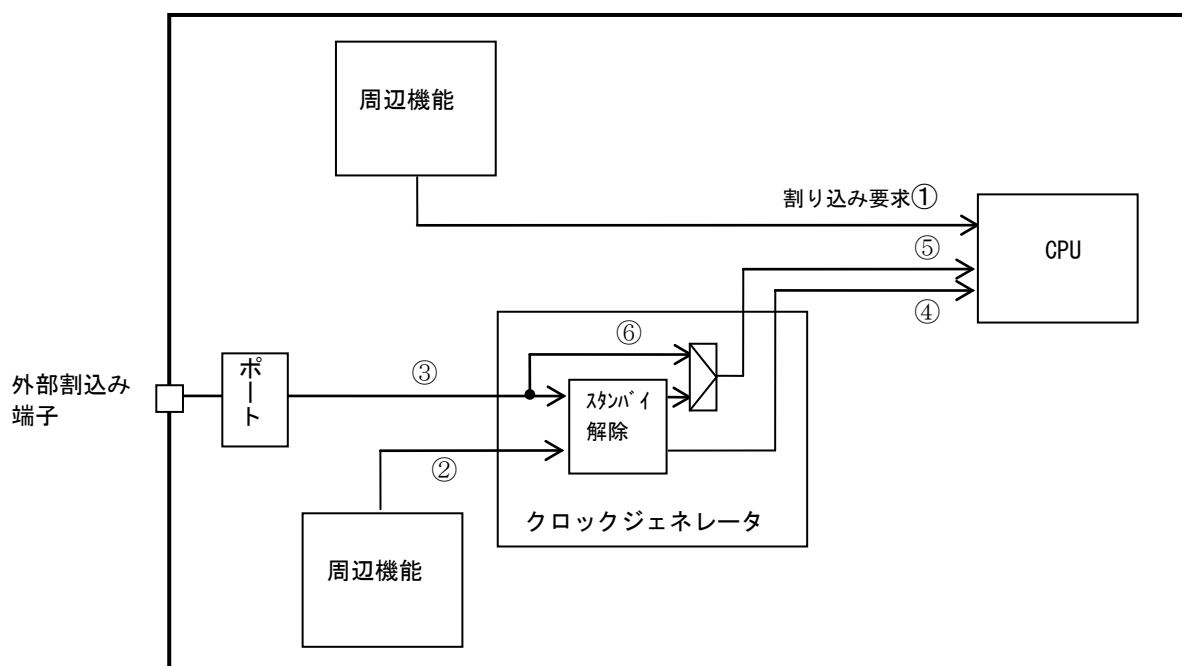

図8-1 割り込みの経路
割り込み要求の経路を図 8-1 に示します。
外部割り込み端子からの入力信号は、入力ディセーブル(PxIE<PxmIE>="0")の場合"High"となります。また、外部割り込みをスタンバイ解除要因として使用しない場合（「図 8-1 割り込みの経路」の⑥の経路）、外部割り込み端子からの入力信号がそのまま CPU に伝わります。CPU は"High"入力を割り込みとして認識しますので、入力ディセーブルのまま CPU で該当する割り込みを有効にすると割り込みが発生します。